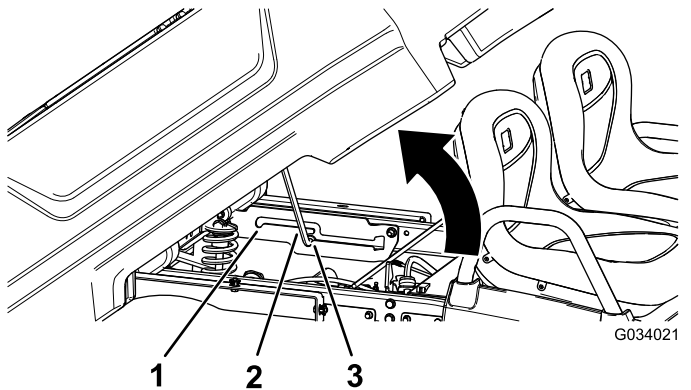

Bild 22
2. Ziehen Sie die Stützstange in den Arretierungsschlitz für die Entleeren-Stellung, um die Ladepritsche für das Entleeren zu arretieren (Bild 22).
2. Ziehen Sie die Stützstange in den Arretierungsschlitz für die Wartungsstellung, um die Ladepritsche für die Wartung zu befestigen (Bild 22).
2. Schieben Sie die Stützstange aus dem Arretierungsschlitz heraus (Bild 22).